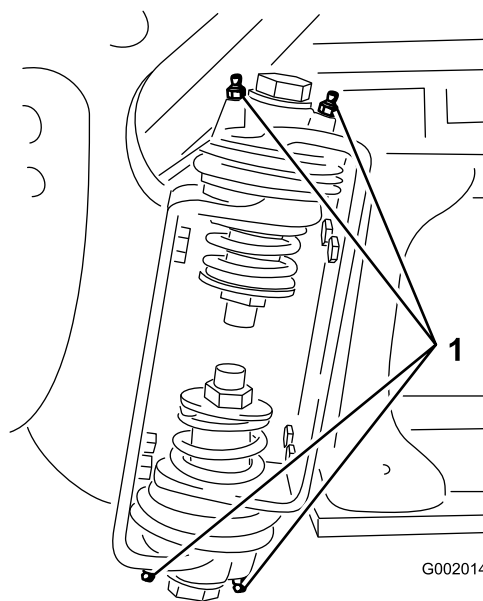

Figura 33
2. Pompate del grasso nel raccordo di ogni cuscinetto o boccola Figura 33.